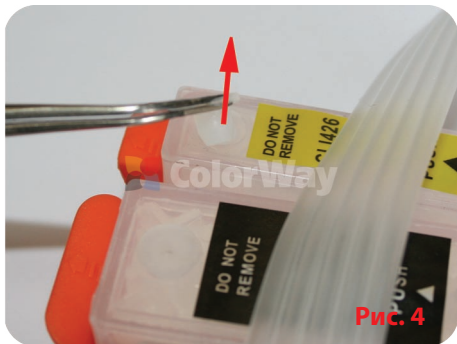

Рис. 4
3.1. Аккуратно откройте резиновую пробку на картридже (Рис. 4) вставьте в отверстие носик шприца без иголки и наклоните картридж под углом (Рис. 5). Затем потяните поршень шприца вверх, дождитесь пока картридж **полностью заполнится чернилами**. Расположите картридж горизонтально (Рис. 6), аккуратно извлеките шприц и закройте резиновую пробку на картридже. При прокачке не снимайте оранжевые заглушки с картриджа.